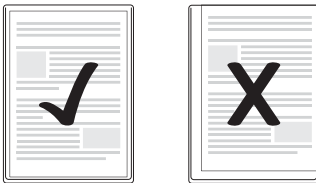

Abb. 1
- ▶ Achten Sie darauf, dass alle Ränder des Dokuments mindestens zwei Millimeter Abstand zum Rand der Folientasche haben müssen, wie in Abb. 1 dargestellt.
- ▶ Achten Sie darauf, dass alle Ränder des Dokuments mindestens zwei Millimeter Abstand zum Rand der Folientasche haben müssen, wie in Abb. 1 dargestellt (siehe S. 92).